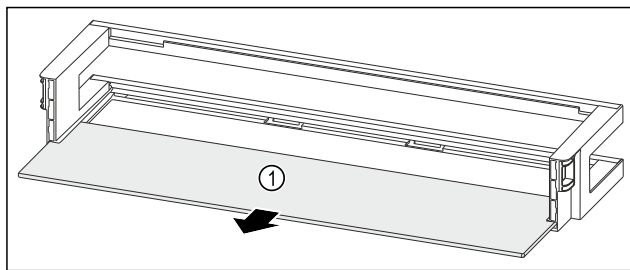

Fig. 117 Türabsteller mit Abstellfläche
- Abstellfläche Fig. 117 (1) entnehmen.